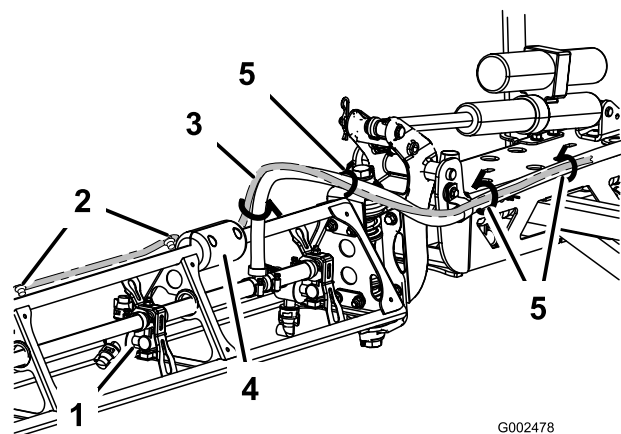

Figura 4
- Posizionate il filo del sensore lungo il lato superiore del supporto della barra fino a raggiungere il pattino (Figura 4). Fissatelo alla parte superiore della barra con le clip fornite.
- Stendete il filo del sensore sotto il pattino fino a raggiungere il flessibile di alimentazione della barra e la parte superiore del gruppo barra centrale. Fissate il cablaggio al flessibile della barra con le fascette per cavi (Figura 4).